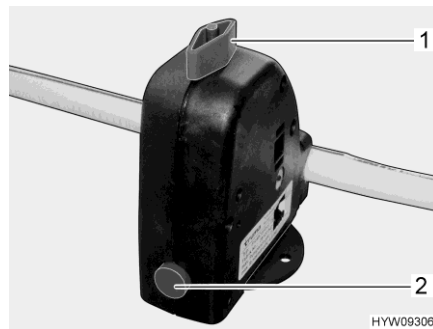

Fig. 112 Valvola di sicurezza/di scarico (boiler)
Il boiler è dotato di una valvola di sicurezza/di scarico (Fig. 112). La valvola di sicurezza/di scarico impedisce che l'acqua congeli nel boiler in presenza di basse temperature esterne, quando il riscaldamento non è acceso.
- Chiudere la valvola di sicurezza/di scarico. A tal fine ruotare la manopola (Fig. 112,1) verticalmente rispetto alla valvola di sicurezza/di scarico e premere verso l'interno il bottone automatico (Fig. 112,2).
- Aprire la valvola di sicurezza/di scarico. A tal fine ruotare la manopola (Fig. 112,1) nel senso della lunghezza della valvola di sicurezza/di scarico. Il bottone automatico (Fig. 112,2) scatta all'infuori. Il boiler viene svuotato verso l'esterno tramite la valvola di sicurezza/di scarico.